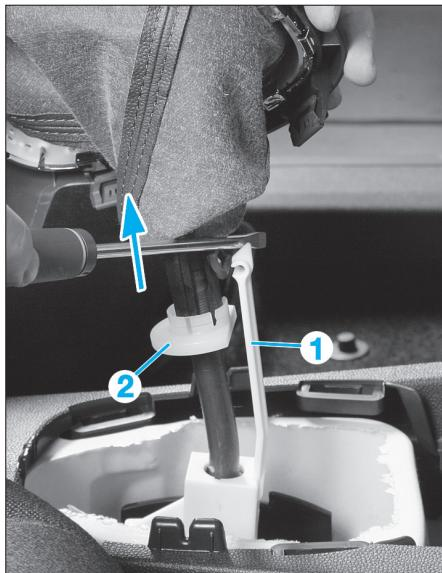

Fig. 7
- Dégrafez le raccord du verrouillage de marche arrière (1) du pommeau de levier de vitesses (Fig.7).